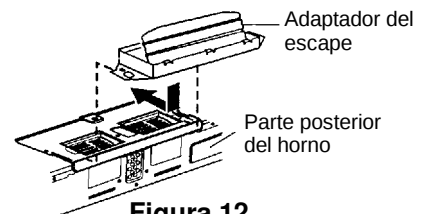

Figura 12
1. Fije el adaptador del escape a la placa del ventilador deslizándolo dentro de las guías. Vea la figura 12.